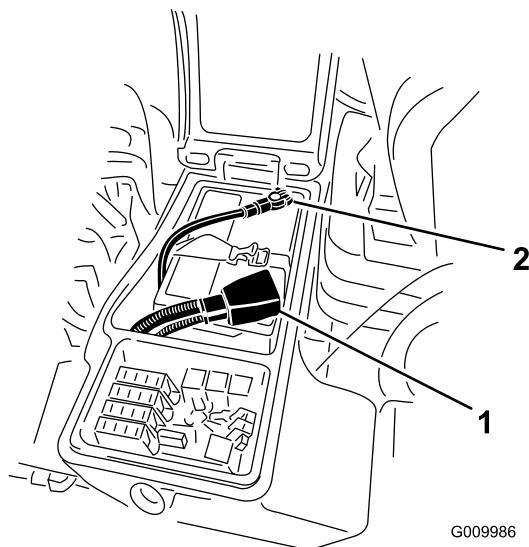

図 37
- 赤い (+) ケーブルをバッテリーの (+) 端子に、黒いケーブル (-) はバッテリーの (-) 端子に固定する（図 37）ケーブルはキャップスクリュとナットで各電極に確実に固定すること。プラス端子が電極に十分にはまり込んでいること、ケーブルの配線に無理がないことを確認する。ケーブルとバッテリー・カバーを接触させないこと。ショート防止のために (+) 端子にゴムキヤップをかぶせる。